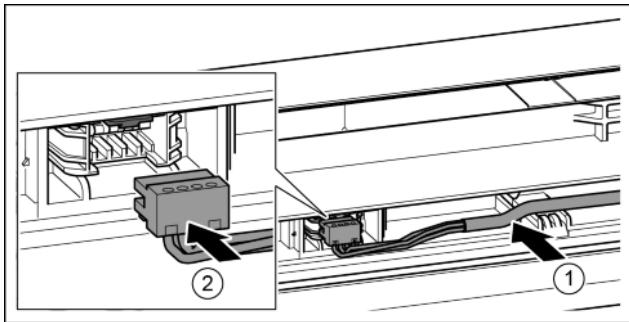

Fig. 43
- ▶ Helyezze be a felső ajtóban lévő vezetősínbe a szürke kábelt. *Fig. 43 (1)*
- ▶ Pattintsa be a dugót. *Fig. 43 (2)*